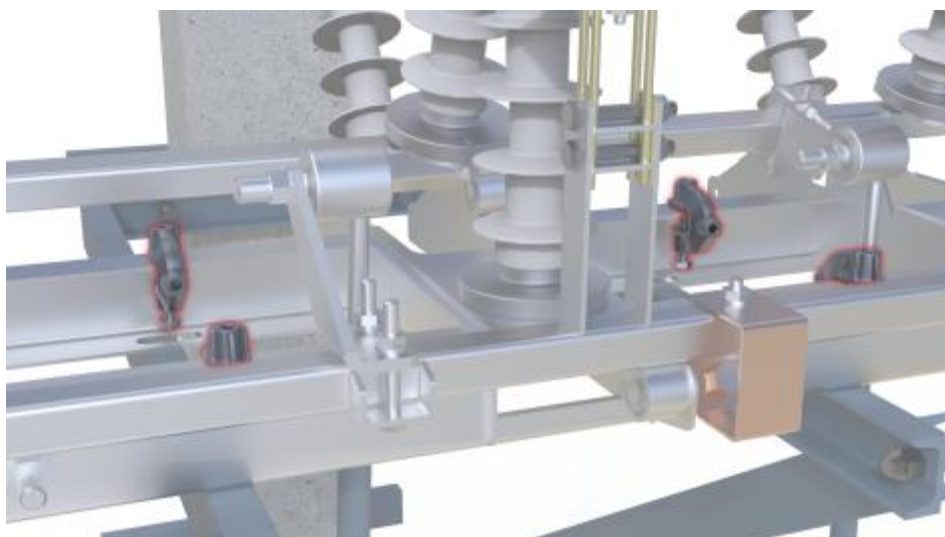

Рис. 5. Расположение струбцин на раме РЛК-10
3.1. Установить струбцины на раму РЛК (рис. 5, 6), завернуть винты струбцин с усилием предварительной затяжки (от руки). При этом зажимные винты окончательно не затягивать.